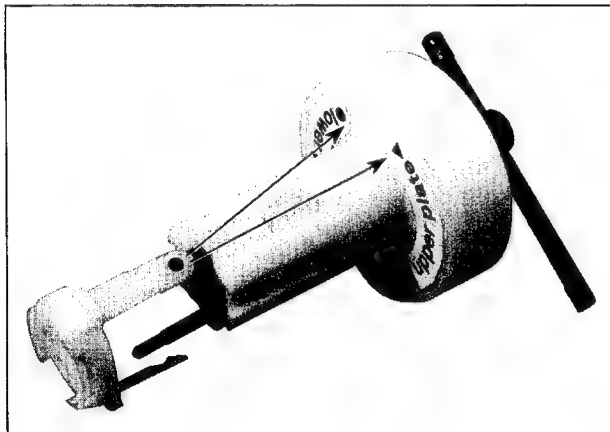

Abb. M3
- Referenzelement des Abziehwerkzeugs auf das Symbol ▽ ausrichten (Abb. M3) und oberes Klemmelement der Kopfscheibe entfernen (kurze Stifte).
- Zum Entfernen des unteren Klemmelements der Kopfscheibe (lange Stifte; siehe Abb. M3) das Referenzelement des Abziehwerkzeugs auf das Symbol O ausrichten. Hebel des Abziehwerkzeugs in Position „CLOSE“-bringen. Abziehwerkzeug durch die 3 Bohrungen auf das untere Klemmelement der Kopfscheibe aufsetzen, wobei die 3 Stifte gut in das Klemmelement eingreifen müssen. Klemmelement durch Drehen des Hebels um 90° lösen und die Kopfscheibe abziehen.